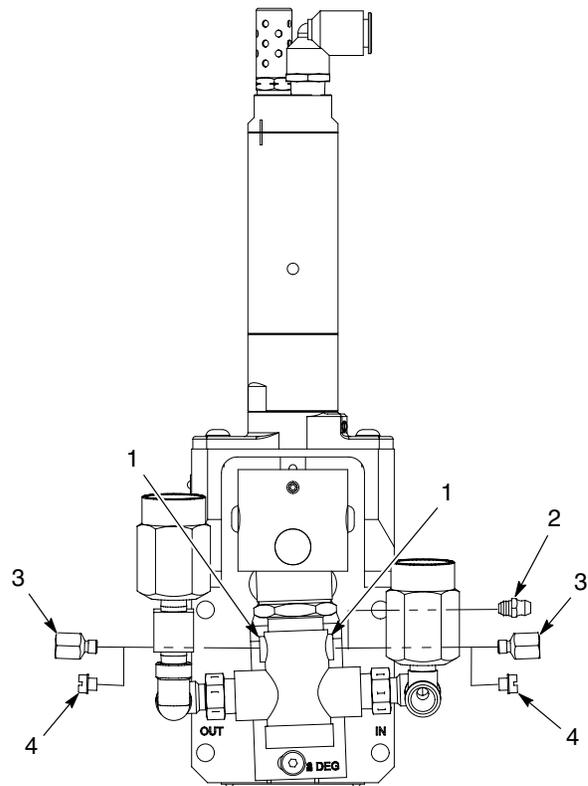

Figura 1 Bomba PDMP
1. Ver la figura 1. En caso de que estén instalados, retirar los racores de disolvente (3) de los puertos de la empaquetadura de purga (1).
2. Instalar el engrasador (2) en uno de los puertos de la empaquetadura de purga (1), tal y como se muestra.
3. Bombear grasa compatible con la imprimación a la empaquetadura de purga hasta que una pequeña cantidad de grasa salga por el otro puerto de la empaquetadura de purga (1).
4. Retirar el engrasador (2). Limpiar los puertos de la empaquetadura de purga (1). Asegurarse de que la grasa esté a ras de los puertos de la empaquetadura de purga.
5. Instalar tapones de latón (4) y apretarlos firmemente. Limpiar cualquier resto de grasa.